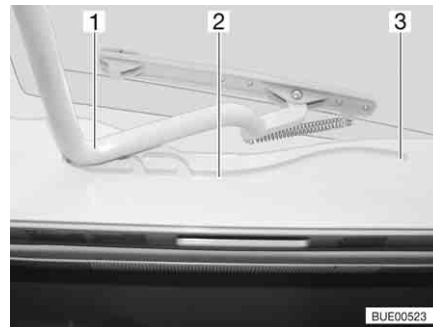

Fig. 126 Lanterneau Heki, glissière
- Tirer l'étrier (Fig. 126,1) dans les glissières (Fig. 126,2) jusqu'à la position la plus reculée (Fig. 126,3).
- Pousser l'étrier (Fig. 126,1) légèrement vers le haut avec les deux mains.
- Tirer l'étrier dans les glissières (Fig. 126,2) jusqu'à la position souhaitée.